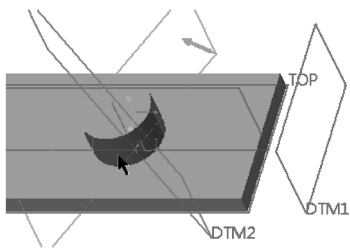

图 3-17 选择圆柱曲面
2) 选择图 3-17 所示的圆柱曲面为参考，所选的参考出现在“参考”收集器中，将其约束类型选项设置为“相切”。